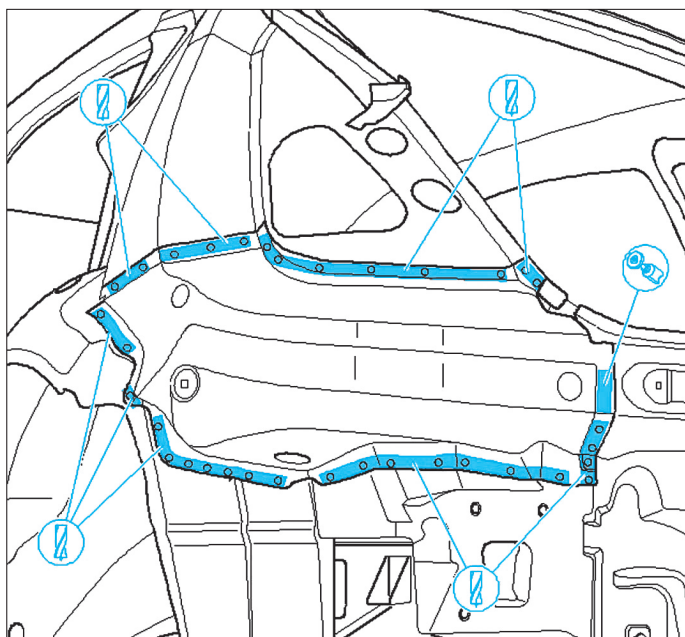

FIG. 62
- Fraiser et meuler les soudures du montant (Fig.62).